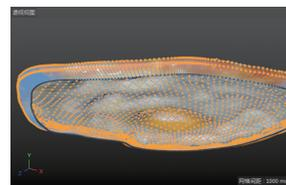

图 5-46
**05** 在左工具栏中单击“点”按钮, 切换到点编辑模式。执行“选择”|“循环选择”命令，选取轮廓边上的所有点，接着执行“反选”命令，选择其余的点，如图 5-46 所示。